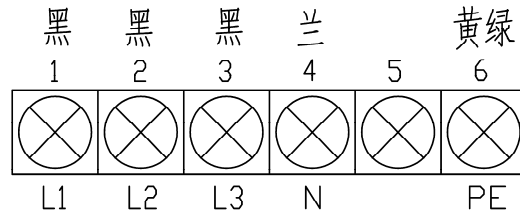

图 3
1、电源安装：请按铭牌提示电压、功率选择电源插座，选择 1.5mm²或以上的电线接入电控柜底部的电源进线端子上，如图 3 所示。L1、L2、L3 表示 A、B、C 三相线（三相线为黑色），N 为零线（零线为兰色），PE 为地线（地线为黄绿线）。